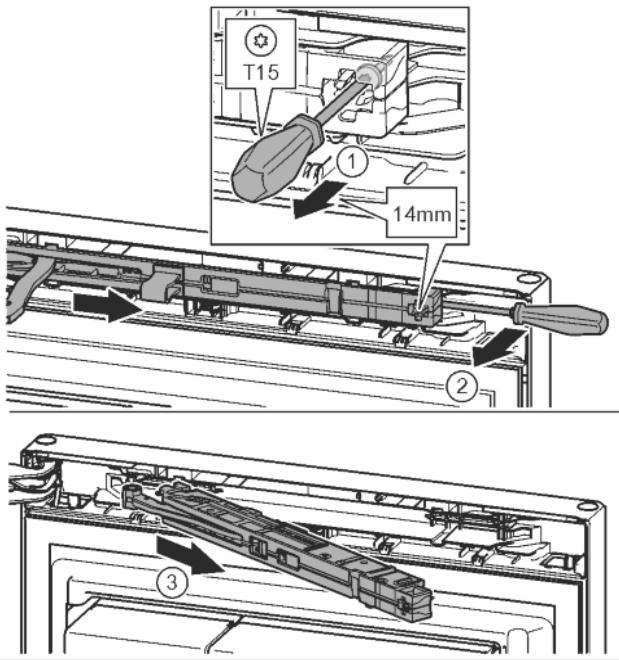

Fig. 12
- Ослабить винт на узле амортизатора с помощью отвертки T15 примерно на 14 мм. Fig. 12 (1)
► Отверткой со стороны ручки переместиться за узел амортизатора и повернуть вперед. Fig. 12 (2)
► Вытащить узел амортизатора. Fig. 12 (3)